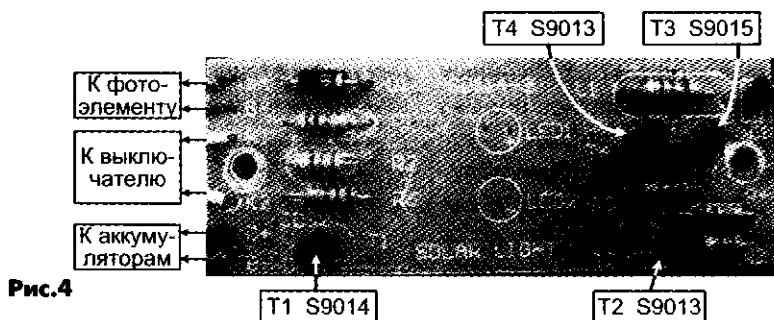
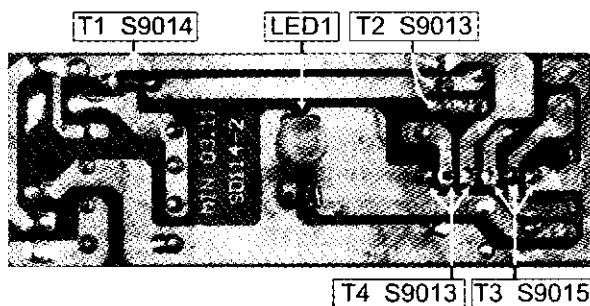
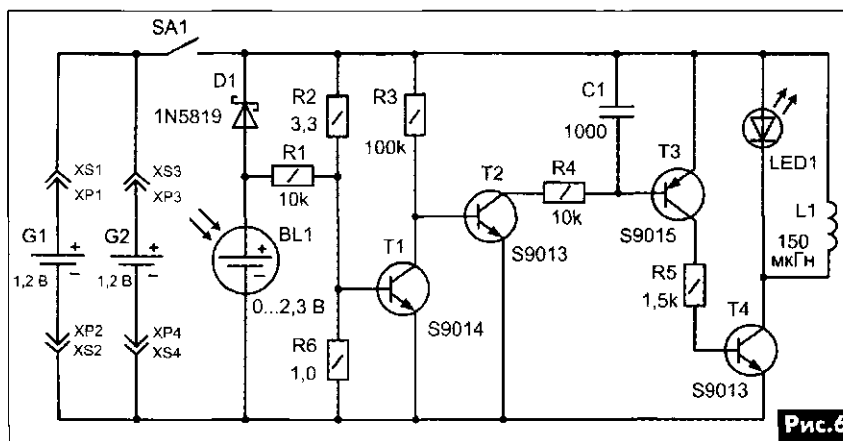

Рис.4
Рис.5
Рис.6
**Монтажная и принципиальная схемы.** Монтажная плата размерами 25x68 мм, показана с обеих сторон на рис. 4 и рис. 5. Радиоэлементы на ней размещены навесным монтажом без применения ЧИП элементов. Принципиальная схема нарисована автором из осмотра монтажной платы (рис. 6). Все обозначения в схеме аналогичны обозначениям монтажной платы китайского производства, поэтому некоторые из них могут отличаться от требований нашего стандарта ЕСКД.
Особенностью схемы является применение двух соединенных параллельно аккумуляторов, а также большого количества радиоэлементов, что в сумме повышает стоимость светильника. Чтобы как-то удешевить его, изготовители установили лишь один светодиод LED1 (желтого цвета), второй – «забыли», это видно на монтажной плате (рис.4, 5). Применение двух аккумуляторов создатели светильника связывали с большим расходом электроэнергии при работе двух светодиодов, но изготовители второй светодиод не установили, а два аккумулятора применили...
работающего в режиме ключа. Индуктивность L1, включенная параллельно светодиоду LED1, накапливает энергию генератора и выдает ее на светодиод в виде импульсов с увеличенной амплитудой 3,5 В частотой 111 кГц (рис.6,б). Таким образом, генератор с индуктивностью L1 увеличивает напряжения на светодиоде с 1,2 В до 3,5 В. Это необходимо для нормальной работы светодиода, т.к. напряжения аккумуляторов (1,2 В) недостаточно для его свечения.
ются малым падением напряжения при прямом включении, эти значения у них составляют 0,2...0,4 В, тогда как у обычных кремниевых диодов – 0,6...0,7 В. Это главное преимущество диодов Шоттки, но, тем не менее, в Интернете показано их необычное обозначение (рис.6,а).
**Ремонт светильника** начинают с осмотра его электронного блока (рис.3). При осмотре монтажной платы (рис.4, 5) выявлена некачественная пайка, следы коррозии, которые появились от влаги. Для безотказной работы монтажной платы в условиях влаги ее рекомендуют покрыть лаком.